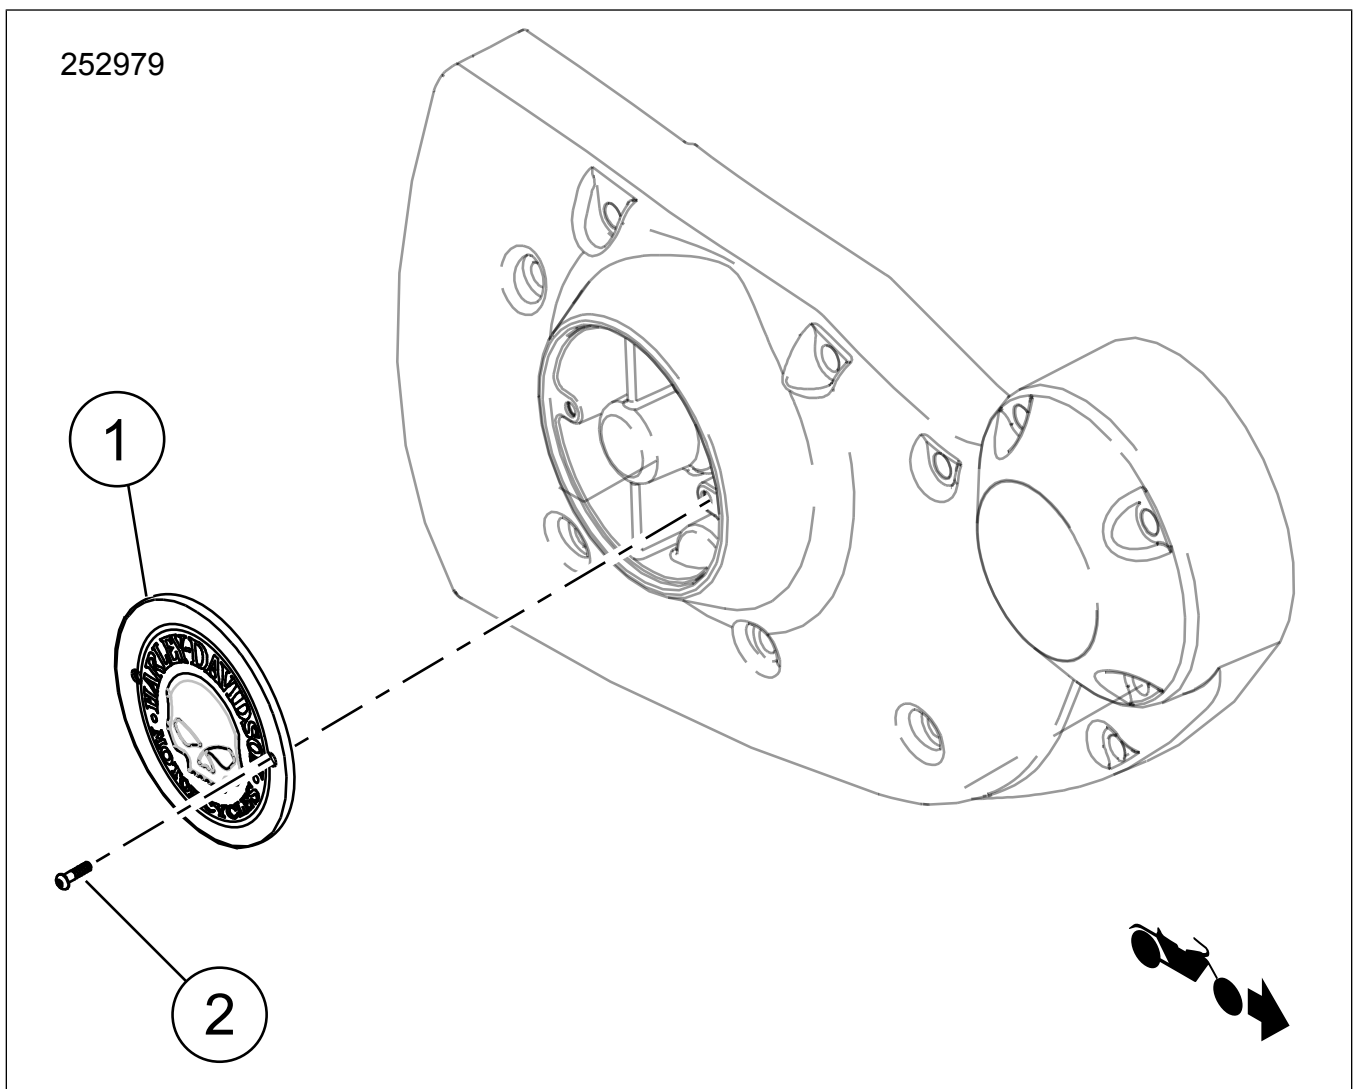

Abbildung 1. Inhalt des Satzes: Steuergehäusedeckelkomponenten
2. Siehe Abbildung 1 >. Originalschrauben und Steuergehäusedeckel Originalausstattung (Original)> ausbauen und entsorgen.